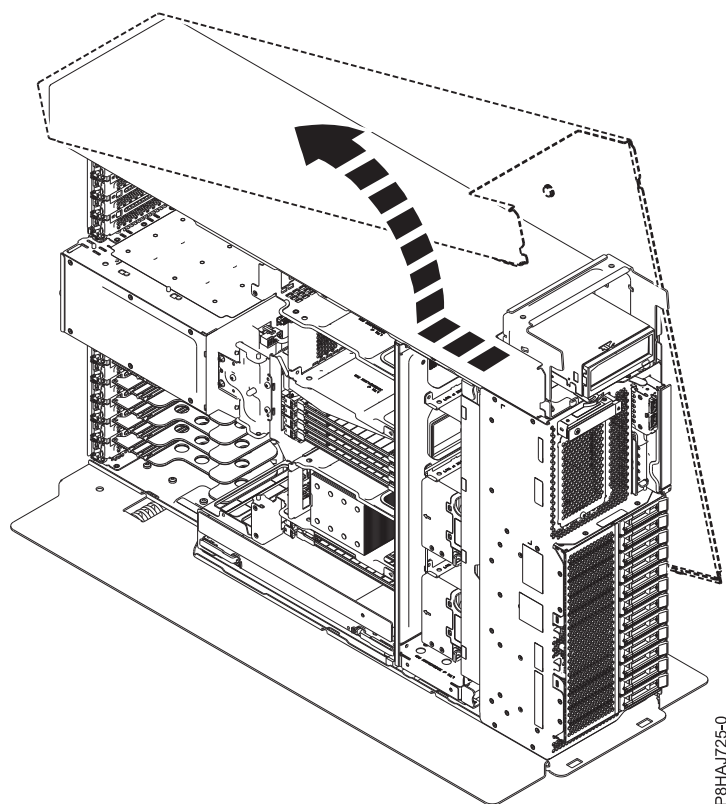

Figura 15. Extracció de la coberta lateral model 8286-41A
5. Feu lliscar la coberta lateral fins que surti del sistema en la direcció que es mostra a la Figura 15.